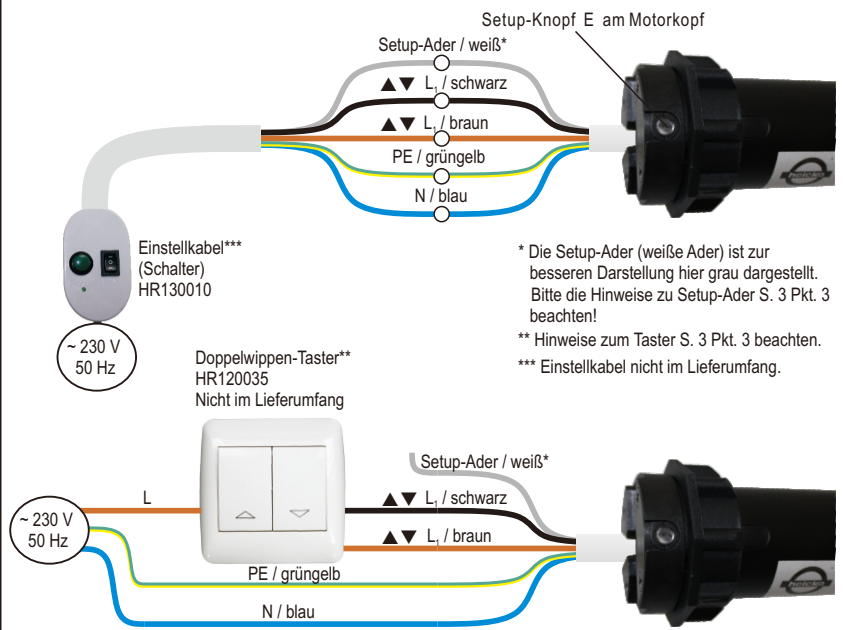

Abb. 2
② Hinweise zur Montage / zum Einbau sowie dem Anschließen des Motors!
③ Hinweise zum Einstellkabel und geeignete/zugelassene Schalter
- c) Steht statt dem Einstellkabel HR130010 lediglich ein beliebiges Einstellkabel zur Verfügung, so können die Endlagen mit dem Setup-Knopf E am Motorkopf (siehe S. 2 Abb. 2) eingestellt werden.